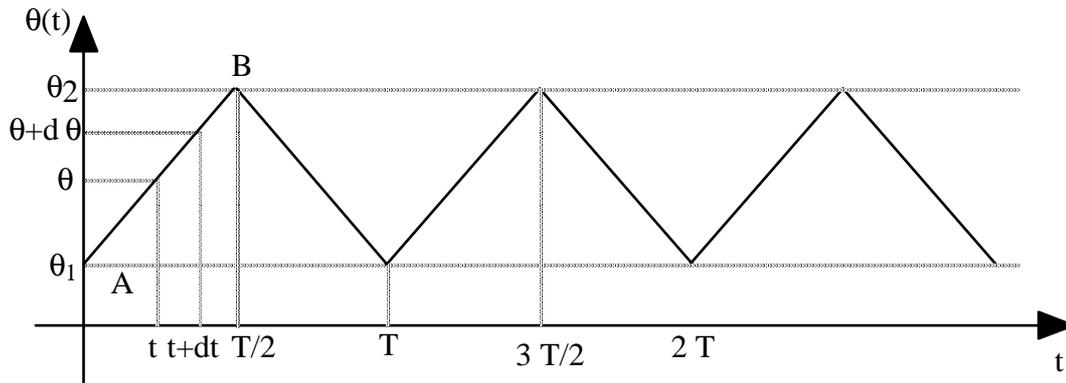

Figure 3.2. Variation de la température  $\theta$  d'un bain thermo-régulé
deux limites  $\theta_1$  et  $\theta_2$  selon la loi représentée par la figure 3.2,  $T$  étant la période du phénomène.
2. Si on effectue dans ce bain un grand nombre d'expériences influencées par la température, la durée de chaque expérience étant beaucoup plus petite que  $T$  et si on ne mesure pas la température lors de chaque expérience, on peut considérer  $\theta$  comme une variable aléatoire dont la valeur numérique est toujours comprise entre  $\theta_1$  et  $\theta_2$ . On admettra que la probabilité élémentaire  $f(\theta) d\theta$  pour que la température prenne une valeur située entre  $\theta$  et  $\theta + d\theta$  est égale à  $dt/T/2$  (voir figure 3.2). Calculer  $f(\theta)$  et montrer qu'il s'agit d'une densité de probabilité sachant que  $f(\theta)$  est nulle pour toute température extérieure à l'intervalle  $[\theta_1, \theta_2]$